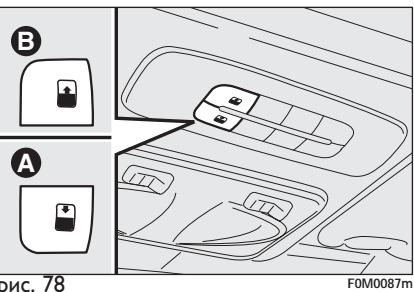
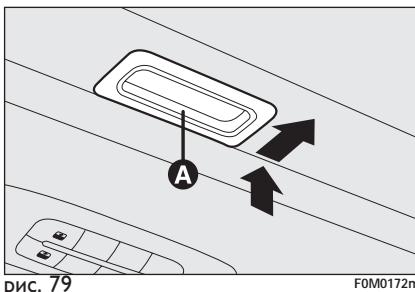

рис. 78
рис. 79
Люк состоит из двух широких панелей (закрепленной и подвижной), оснащенных солнцезащитными шторками с ручным управлением. Солнцезащитные шторки могут использоваться в положениях "полностью открыты" и "полностью закрыты" (фиксированные промежуточные положения не предусмотрены). Для открывания солнцезащитных шторок используйте рукоятку **A-рис. 79**, отпустите ее, а затем приведите в положение "полностью открыты", как показано стрелками. Для закрытия солнцезащитных шторок выполните эту же процедуру в обратном порядке. Люк работает при повороте ключа зажигания в положение **MAR**. Средства управления **A-B** **рис. 78** находятся около переднего потолочного светильника на специальной контрольной панели и используются для открывания/закрывания люка.
Нажмите и удерживайте в нажатом состоянии кнопку **B-рис. 78**, передняя панель переместится в положение «спойлера»; снова нажмите кнопку **B-рис. 78** в течение полсекунды для автоматического перемещения люка в положение «полностью открытый»; нажмите кнопку для остановки люка в промежуточном положении.
При нахождении люка в положении «полностью открытый», нажмите кнопку **A-рис. 78** в течение полсекунды для перемещения передней панели в положение «спойлера»; снова нажмите кнопку для остановки люка в промежуточном положении; снова нажмите на кнопку **A-рис. 78** и удерживайте ее в нажатом состоянии до полного закрывания люка.
- нажать на кнопку **A-рис. 79** в закрытом положении;